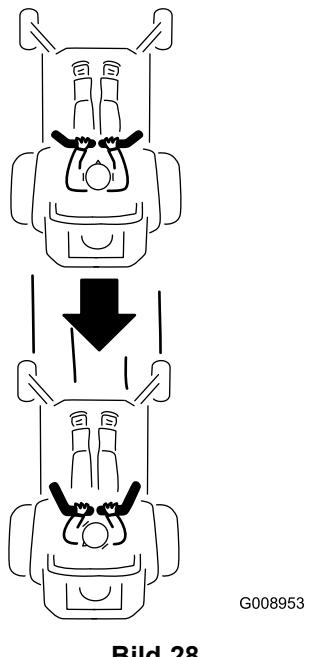

Bild 28
2. Ziehen Sie zum Rückwärtsfahren die Fahrantriebshebel langsam nach hinten (Bild 28).